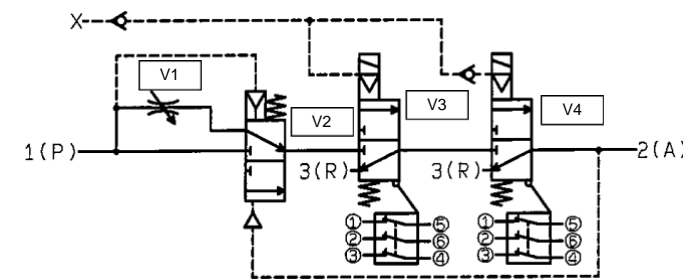
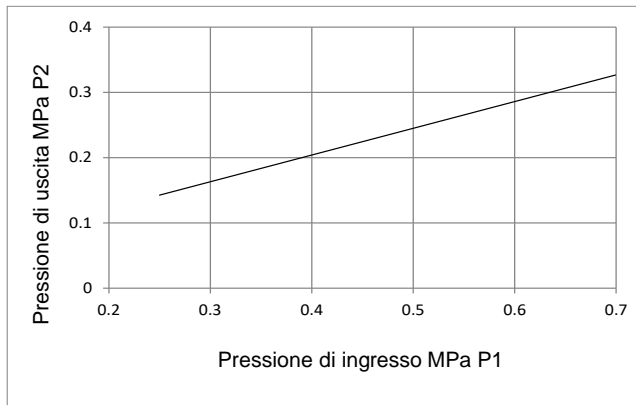

Figura 9. Pilotaggio esterno (variante di interruttore Rockwell mostrata come riferimento)
Figura 10. Pressione di commutazione (Chiusa → Aperta) della valvola di avviamento progressivo V2
- In un'applicazione legata alla sicurezza, il sistema di sicurezza della macchina darà energia alle valvole di sicurezza (V3 e V4 in Figura 9) quando la macchina è sicura per il funzionamento. Quando entrambe le valvole sono eccitate, l'aria entrerà nel sistema protetto attraverso l'attacco 2 (A). La portata è inizialmente limitata dalla valvola a spillo V1 e la pressione nel sistema protetto rimarrà bassa man mano che il sistema si riempie o gli attuatori si muovono lentamente. La pressione successivamente aumenterà man mano che il sistema si riempie o gli attuatori si fermano. Con l'aumento della pressione P2 (vedi Figura 10) la valvola V2 si commuta e la valvola V1 viene bypassata. In questa condizione, l'aria entrerà nel sistema protetto secondo i dati riportati nella sezione 2.3.
- Quando una delle valvole con funzione di scarico V3 o V4 viene diseccitata, il sistema protetto viene scaricato nell'atmosfera. Quando la pressione del sistema protetto scende al di sotto di P2 (vedi Figura 10), la valvola V2 ritorna grazie alla molla con V1 che limita il flusso a V3 e V4.